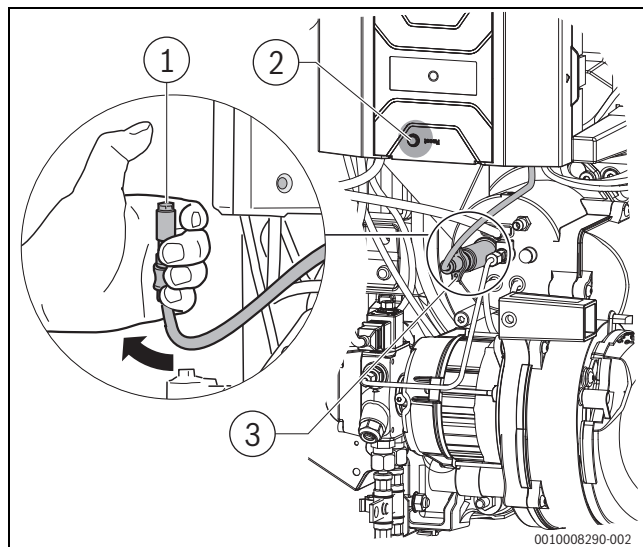

Fig. 28 Vérifier le fonctionnement de la sonde de détection de flamme
- Retirer la sonde de détection de flamme du support en la maintenant à la poignée prévue à cet effet, pendant le fonctionnement du brûleur (→ fig. 28, [3])
- Découvrir la sonde de détection de flamme avec le pouce (→ fig. 28, [1]). Un arrêt en cas de défaut a lieu après le redémarrage.
- Après un délai d'attente d'env. 30 secondes, déverrouiller l'automate de combustion en appuyant sur la touche reset (→ fig. 28, [2]).